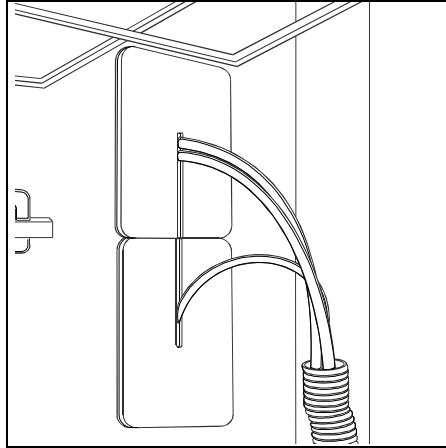

Figure 4: Positionnement des plaquettes, vue de l'intérieur du compartiment.
7. Coller la première plaquette contre la paroi intérieure du compartiment, vis-à-vis son trou de passage. Coller la seconde vis-à-vis le deuxième trou de passage. Voir la figure 4 pour connaître l'orientation des plaquettes;